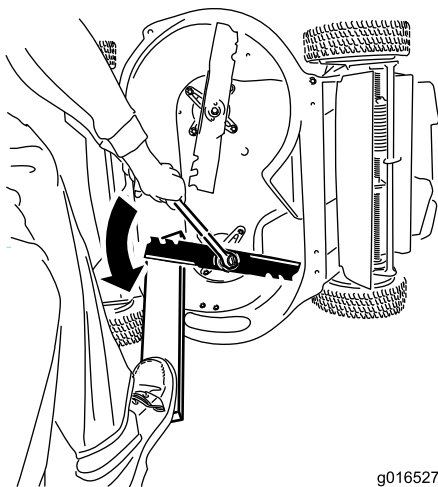

Figura 44
1. Utilice un bloque de madera para inmovilizar cada cuchilla y gire el perno de la cuchilla en el sentido contrario a las agujas del reloj, según se muestra en Figura 44.